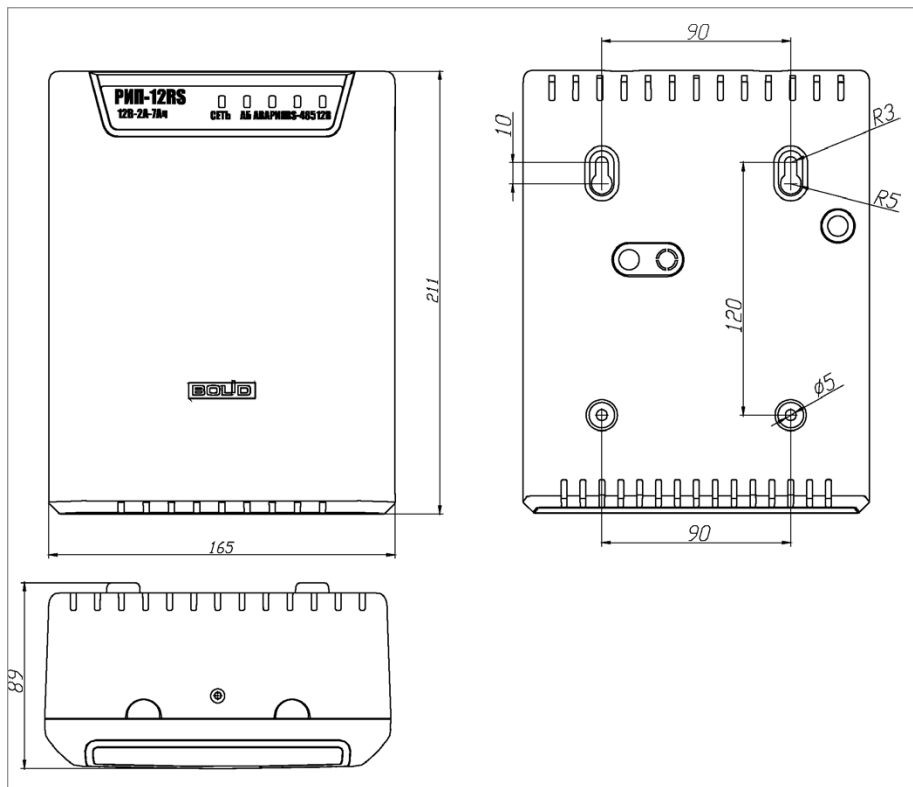

Рисунок 5. Внешний вид и габаритные размеры РИП
2. Наметьте на стене места для четырёх установочных отверстий в соответствии с габаритным чертежом (см. Рисунок 5). Просверлите отверстия.